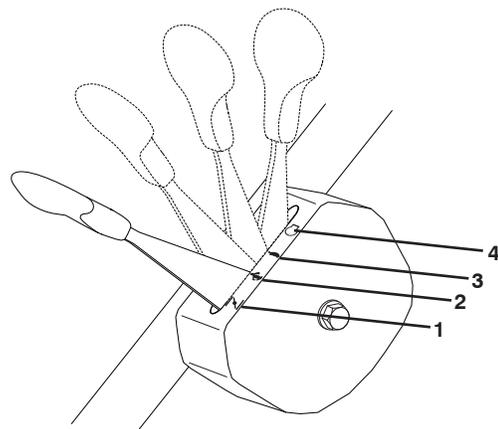

Figure 16
- Pour arrêter le moteur, déplacez le levier de commande de starter/des gaz à la position de ARRÊT. Si vous n'avez pas l'intention de mettre en marche le moteur bientôt, attendez jusqu'à ce que la lame et toutes les pièces mobiles soient arrêtées et tournez la valve d'essence à la position D'ARRÊT (OFF) (Figure 16).